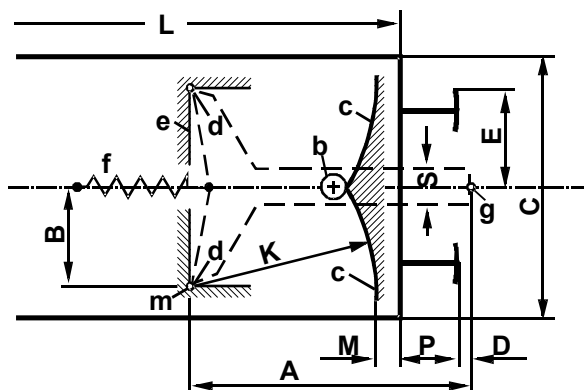
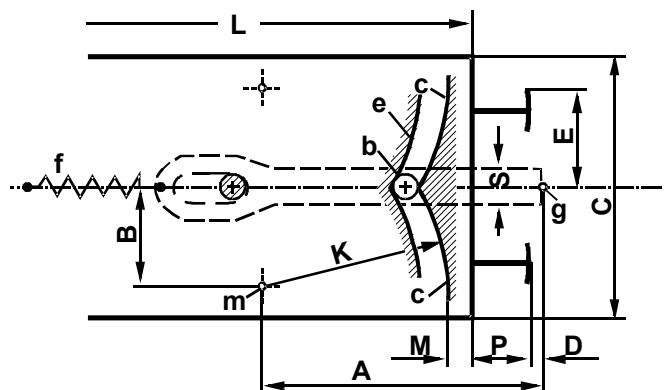

Fig. 1
Fig. 2
Les figures 1 et 2 montrent deux dispositifs possibles. La fonction traction est assurée dans les deux dispositifs par l'appui de l'ergot **b** du timon sur la came **c** (partie extérieure pour le dispositif de la fig. 2). La fonction refoulement est assurée :
- Dans le dispositif de la fig. 1 (Timon en forme de T) par l'appui d'un des talons **d** du timon sur le fond de la butée **e**,
- Dans le dispositif de la fig. 2 (Timon à coulisse) par l'appui de l'ergot **b** du timon sur la came intérieure **e**. Le ressort **f** ne sert qu'au rappel dans l'axe.
A = Distance entre le centre de courbure d'une came (matérialisé dans le cas de la fig. 1 par la butée **e**) et le centre de symétrie **g** des 2 têtes.